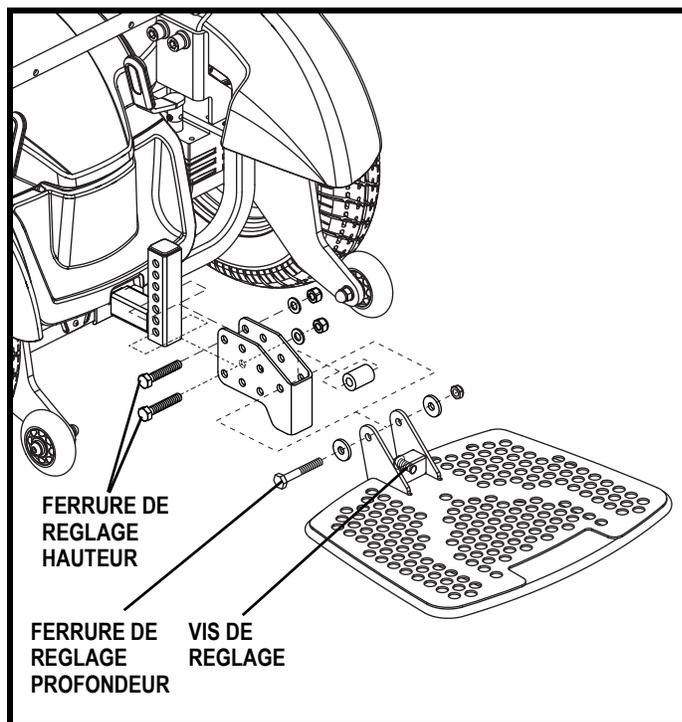

Figure 12. Réglages du repose-pieds
1. Relevez le repose-pieds pour trouver l'emplacement de la vis de réglage. **Voir la figure 12.**
Vous peut pouvoir à régler l'hauteur et profondeur du repose-pieds. **Voir la figure 12.**